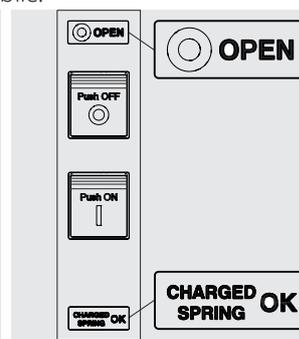

Figura 33
- Interruttore aperto con molle cariche (vedi Figura 33).